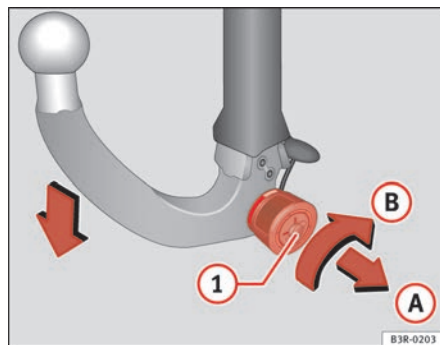
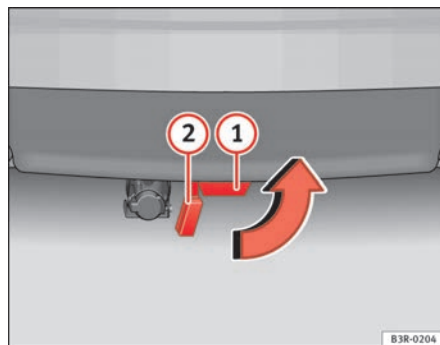

Abb. 156 Abnehmbare Anhängervorrichtung: Kugelstange abbauen
Abb. 157 Stoßfänger hinten: Verschlusspfropfen einsetzen
- Stecken Sie den Schlüssel in das Schloss (1) ⇒ Abb. 156 am Handrad.
- Halten Sie die Kugelstange fest und ziehen Sie das Handrad in Pfeilrichtung (A) heraus.
- Drehen Sie das Handrad in gezogener Position bis zum Anschlag in Pfeilrichtung (B).
- Ziehen Sie die Kugelstange nach unten aus dem Aufnahmeschacht (1) ⇒ Abb. 157 heraus. Dabei wird der Aufnahmeschacht durch die Verschlussklappe (2) automatisch verschlossen.